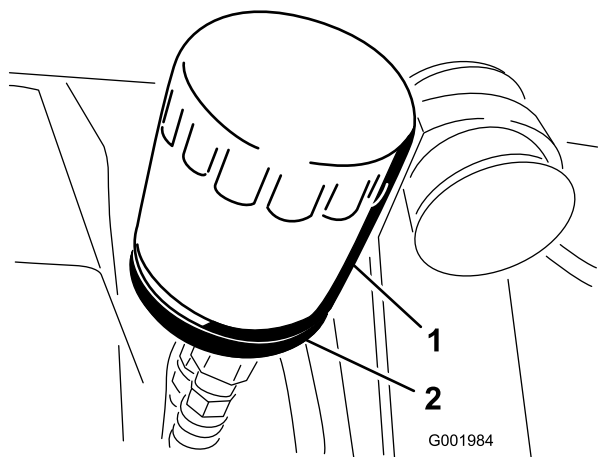

図 48
- オイルフィルタ (図 48) を外す。
- アダプタに新しいフィルタを取り付ける。ガスケットがアダプタに当たるまで手でねじ込み、そこから更に 1/2 回転増し締めする (図 48)。